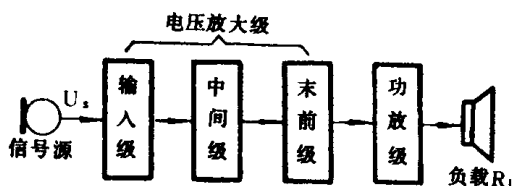

图 1-8 多级放大器的方框图
2. 多级放大器：在实际应用中，往往需要把微弱的信号放大到足够的强度以推动负载，单管放大器的放大倍数一般只有几十到几百倍，输出的电压和功率有限，因此，需要多级放大器。多级放大器的组成方框图如图 1-8 所示，图中带动负载  $R_L$  的末级，通常称为功率放大器，前面几级用以放大微